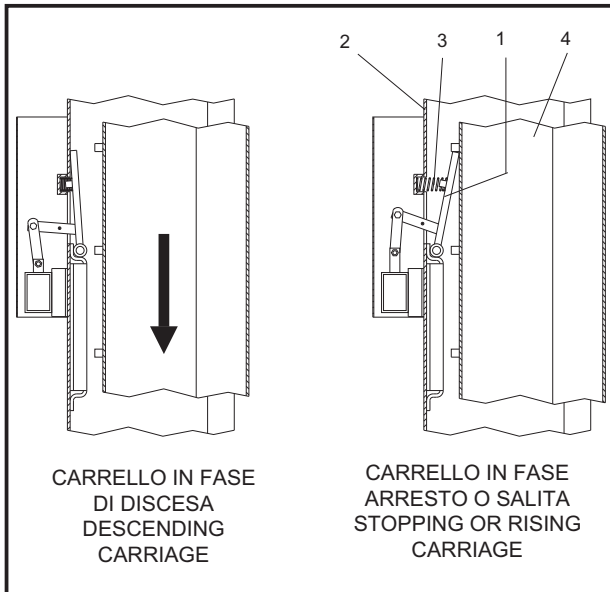

Fig.18
- If the hydraulic cylinder breaks, the safety wedges will trip (ref.1, see fig.18), located inside the posts (2). The wedges are pushed by the spring (3) and immediately stop the carriages (4) preventing their descent
- in caso di rottura del cilindro idraulico intervengono automaticamente i martelletti di sicurezza (rif.1) (vedere Fig.18), posti all' interno delle colonne (2), che, spinti dalla molla (3), arrestano immediatamente i carrelli (4) impedendone la discesa.